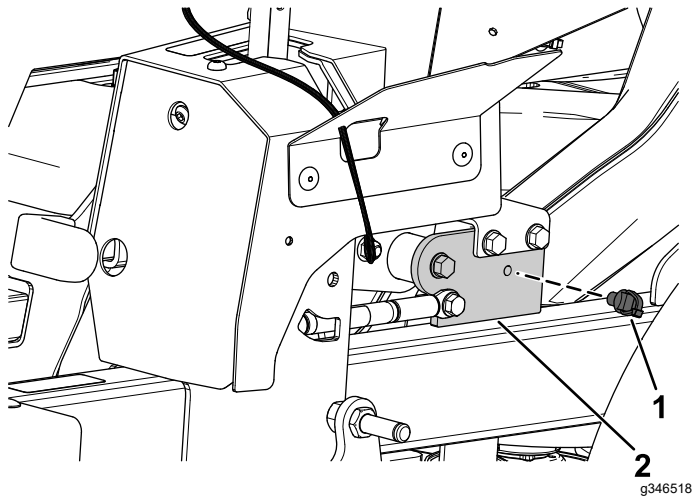

Figure 17
1. Insérez le clip enfichable avant dans le support du levier du frein de stationnement (Figure 17).